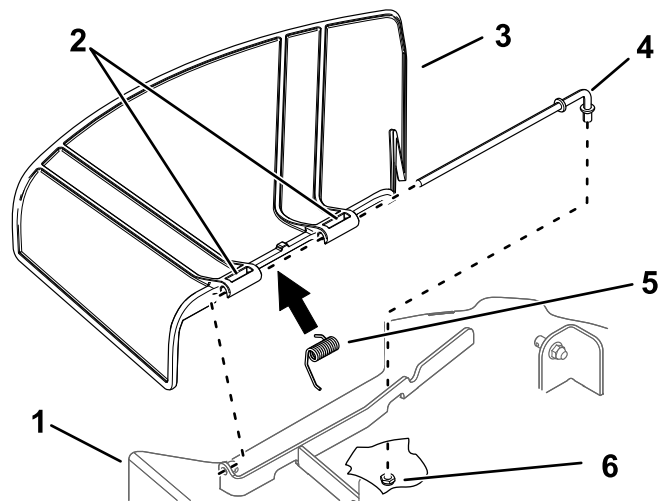

Рисунок 75
1. Отверните гайку ( $\frac{3}{8}$  дюйма) со стержня из-под нижней части газонокосилки (Рисунок 75).
2. Выдвиньте стержень из короткой проушины, пружины и отражателя травы (Рисунок 75).
4. Замените отражатель травы (Рисунок 75).
7. Проденьте стержень через второй кронштейн отражателя травы (Рисунок 75).
9. Прикрепите задний конец стержня к газонокосилке с помощью гайки ( $\frac{3}{8}$  дюйма), как показано на Рисунок 75.